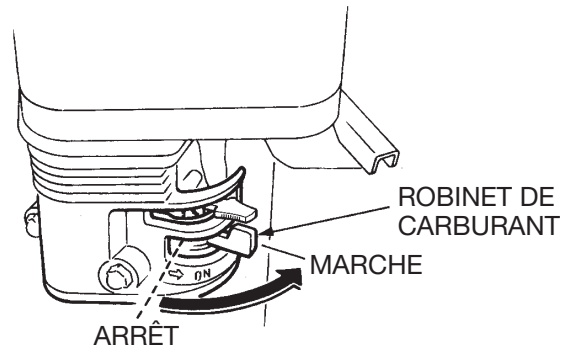

Figure 16. Robinet de carburant du moteur
3. Placez le **robinet de carburant** (Figure 16) dans la position « **ON** » (ouvert).